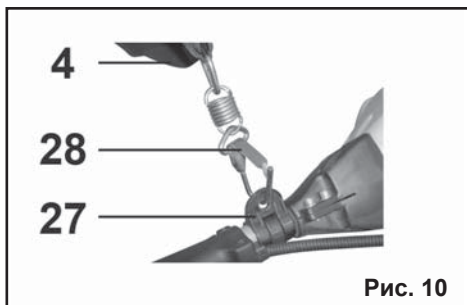

Рис. 10
6.4. Установка наплечного ремня (Рис. 10)